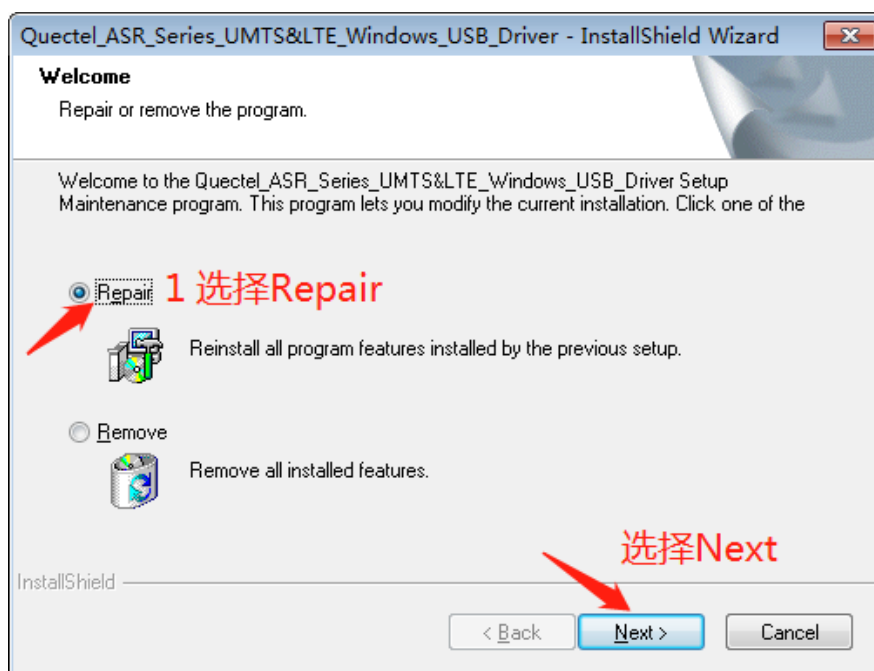

图 3.2.4 安装 USB 驱动-步骤 2
2. 选择 Repair 后点击 Next。如图 3.2.4 所示：